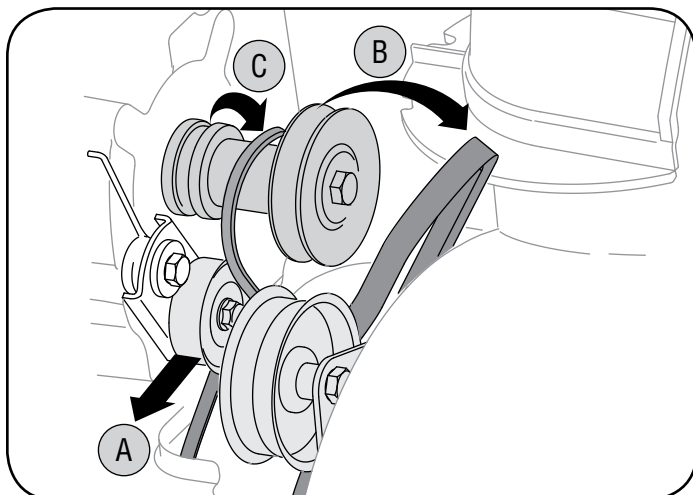

Figura 22
1. a. Tome la polea loca y gírela hacia la derecha. Vea la figura 22. Inserte un destornillador a través de los orificios de alineación tanto en el soporte intermedio como en el motor. Esto liberará la tensión de la correa de transmisión.
c. Levante la correa de la barrena para sacarla de la polea del motor. Vea la figura 22.